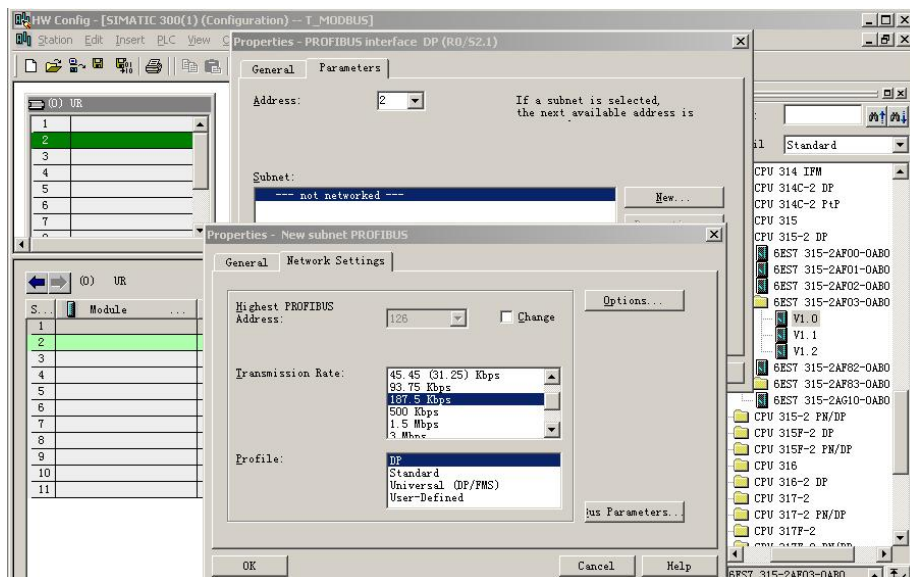

图 5-7
(4) 配置 PROFIBUS：New → Network Settings，选择：DP、187.5kbit/s（仅是举例）→ “OK”，见图 5-7。